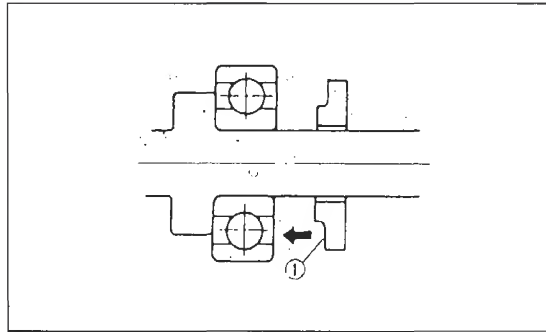

Bild 103
- Anlaufscheibe mit Absatz so an Hauptwelle anbringen, dass Absatz zum Lager weist (Bild 103).